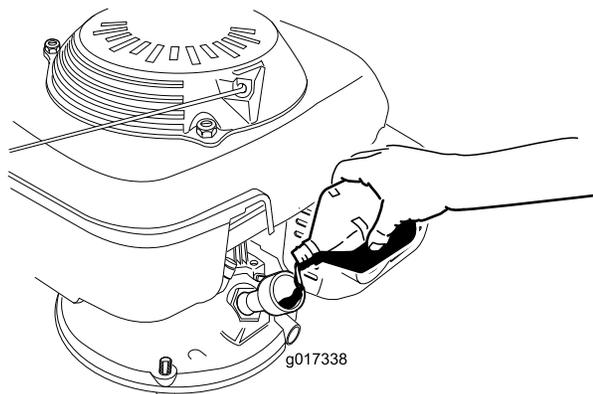

Рисунок 8
3. **Медленно** налейте масло в маслозаливное отверстие, подождите 3 минуты, после чего проверьте уровень масла масломерным щупом. Для этого вытрите щуп дочиста и вставьте его в маслозаливное отверстие, **не ввинчивая при этом крышку в маслозаливное отверстие** (Рисунок 8).